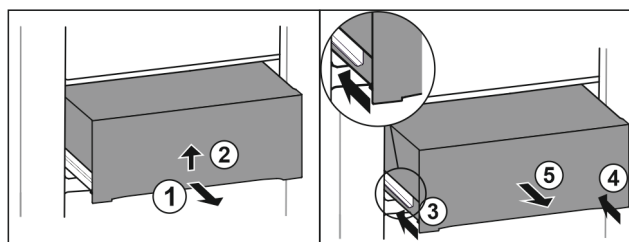

Fig. 56
- ▶ Zásuvku napůl vytáhněte. Fig. 56 (1)
- ▶ Zvedněte zásuvku na spodní straně. Fig. 56 (2)
- ▶ Zasuňte levou kolejničku. Fig. 56 (3)
- ▶ Zasuňte pravou kolejničku. Fig. 56 (4)
- ▶ Vyjměte zásuvku dopředu. Fig. 56 (5)